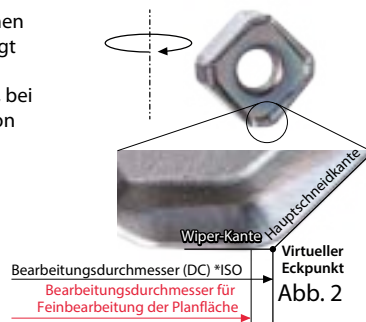

Abb. 2
In Bezug auf den in ISO\* angegebenen Bearbeitungsdurchmesser (DC) hngt der numerische Wert des Bearbeitungsdurchmessers (Abb. 2), bei dem die Planflche bearbeitet ist, von der Wendschneidplatte ab.